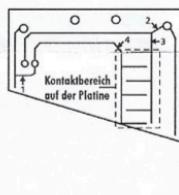

Abb. 3
- Alarmlösung ab einer Wasserhöhe über 6 mm: Wenn Sie möchten, dass der Wasseralarm erst ab einer Wasserstandshöhe über 6 mm Alarm auslöst, z.B. weil die Kontakte ständig auf einem leicht feuchten Boden stehen, können Sie das durch Trennen der Leiterbahnen an den Stellen 1 und 2 (siehe Abb. 3) verhindern, weil dadurch die Bodenkontakte ausgeschaltet werden.
- Optionale Ausschaltung des Kontaktbereiches auf der Platine: Trennen Sie die Leiterbahnen an den Stellen 3 und 4 (siehe Abb. 3) durch.